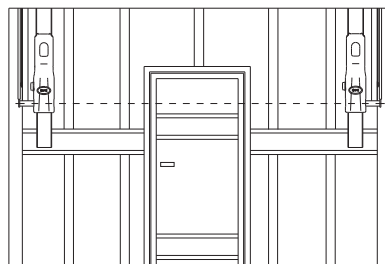

Fig. 2
- 2) Porta superficie max 6 mq (L 2,5 x H 2,4 mt) con porta pedonale centrale: utilizzare il Kit doppio motore con accessori standard (fig. 2).
- 4) Porta superficie max 10 mq (L 4 x H 2,5 mt) con porta pedonale centrale: utilizzare il kit doppio motore con accessori standard (fig. 2).
- 2) Porta superficie max 9 mq (L 3 x H 3 mt) con porta pedonale centrale: utilizzare il Kit doppio motore con accessori standard (fig. 2).
- 4) Porta superficie max 12 mq (L 3 x H 4 mt) con porta pedonale centrale: utilizzare il kit doppio motore con accessori standard (fig. 2).